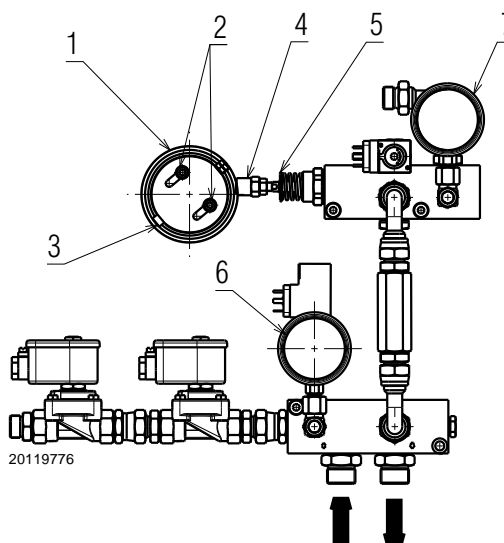

Fig. 29
Modificare l'eccentricità agendo sulla vite 3)(Fig. 29) dopo aver allentato le viti 2).
Legenda (Fig. 29)
- 5 Regolare la pressione sul ritorno al minimo a circa 4 bar. Per far ciò occorre variare la lunghezza dell'alberino del modulatore agendo sul dado 4)(Fig. 29).
Si consiglia di eseguire una taratura sufficiente a non creare fiamma fumosa ed arrivare al più presto alla potenza massima (corsa massima del servomotore 130°); tarare l'eccentrico tramite la vite 3)(Fig. 29) la pressione sul ritorno per ottenere la potenza desiderata e richiesta dall'ugello per poi tornare a tarare i punti intermedi.